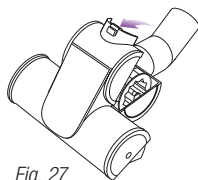

Fig. 27
- 1 Deslice la traba (a) hacia adelante e incline suavemente la cubierta del cepillo hacia arriba para abrirla. (Fig. 27)